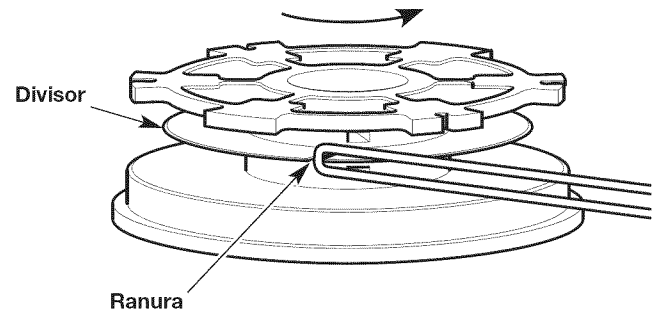

Fig. 18
2. Inserte el lazo en la ranura del divisor (Fig. 18). Enrolle el hilo ajustado en el sentido que se indica en la parte inferior del carrete interior hasta que queden aproximadamente 6 pulgadas (150 mm) de hilo. Mantenga la mitad superior del hilo por encima del divisor y la mitad inferior del hilo por debajo del divisor.